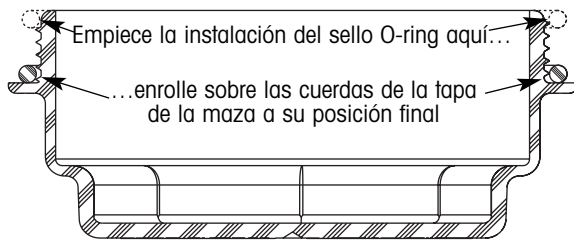

Figura 81. Detalles de instalación del sello O-ring de la tapa de la maza
14. Si un nuevo sello O-ring es requerido, instálelo enrollándolo sobre las cuerdas de la tapa de la maza (figura 81).
5. Instale el nuevo sello O-ring enrollándolo sobre las cuerdas de la tapa de la maza (figura 81).